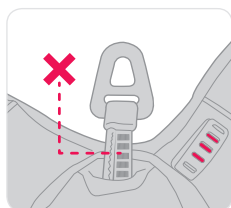

Figura 4
- Asegúrese de que la línea de descenso no sobresale completamente del dispositivo, lo que indicaría que ya se ha producido un descenso (consulte la figura 4). Si la línea de descenso sobresale completamente, no utilice el dispositivo.